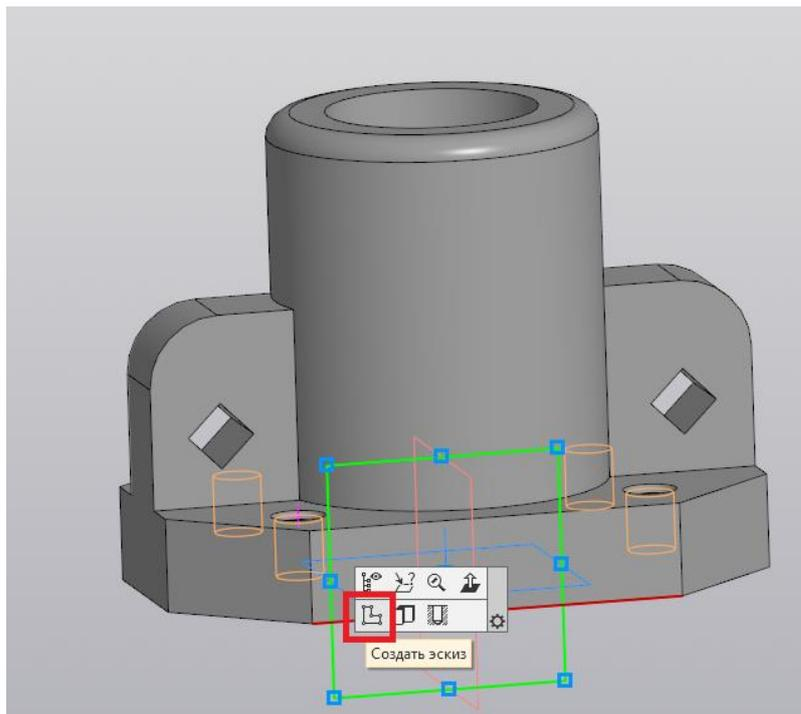

Рис. 113
41. Создаём новый эскиз в плоскости ZX (рис. 113).